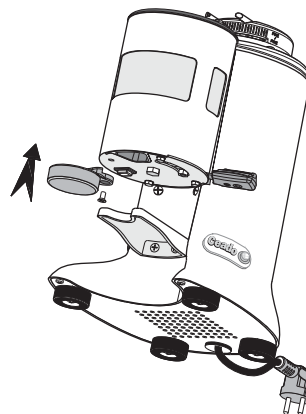

Fig. 10
- 2** Posizionare il pressino e fissarlo utilizzando la vite in dotazione (Fig. 10).